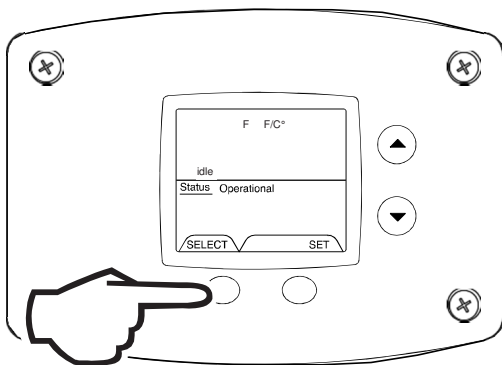

Fig. 38
5. °F/°C (Display/Change) (Fig. 38).